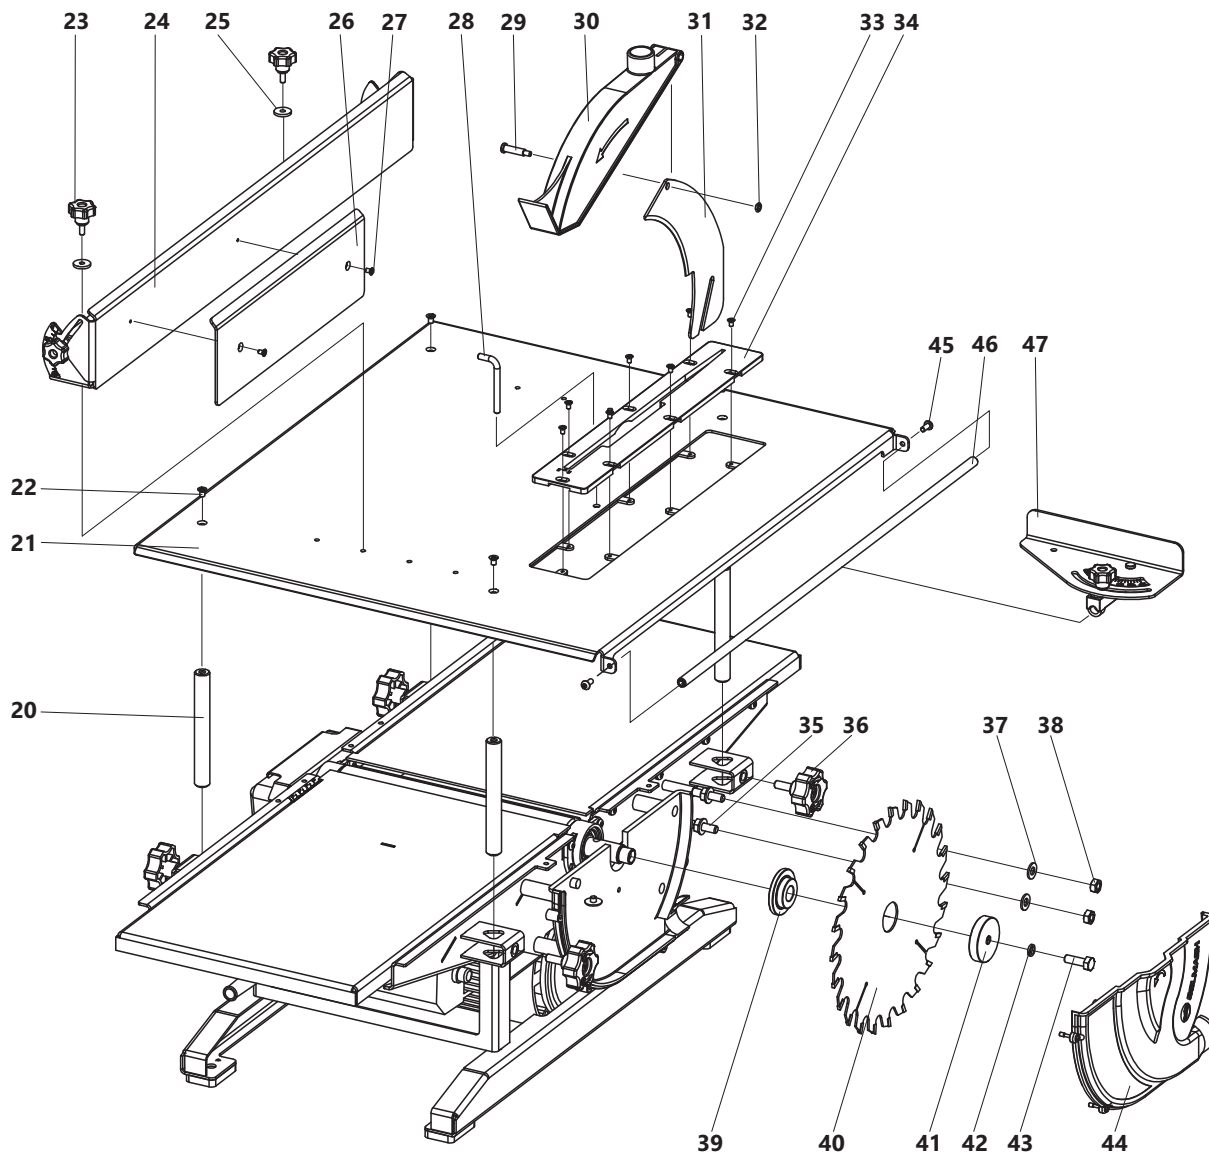

Рисунок 5. Схема сборки станка на операцию пиления
Перед началом работы следует произвести подготовку и наладку станка (рис. 5).
- установить дисковую фрезу 49 и прижать обратной стороной опорной шайбой 41 и зафиксировать болтом 43 и шайбой 42 (рис.5);